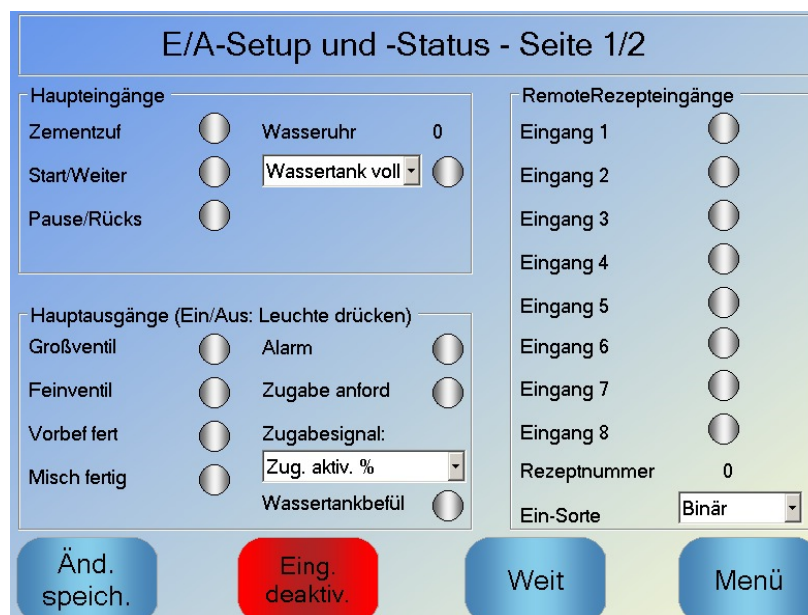

Abbildung 31: Seite 1 des Bildschirms „E/A-Setup und -Status“
Alarmer können auf Seite 2 der Systemparameter aktiviert, deaktiviert und konfiguriert werden (siehe Abbildung 30). Bei der Fehlerdiagnose nach Alarmen müssen die Verdrahtungen und zugehörige OPTO-Eingangs- und OPTO-Ausgangsmodul geprüft werden, um sicherzustellen, dass nicht sie die Fehlerursache bilden. Ein- und Ausgänge können im Bildschirm **E/A-Setup und -Status** (siehe Abbildung 31) überprüft werden.
- Funktion der Wasseruhr. Den Eingang können Sie im Bildschirm **E/A-Setup und -Status** (siehe Abbildung 31) überprüfen: die Wasseruhr muss hochzählen, wenn die Wasserventile geöffnet werden.